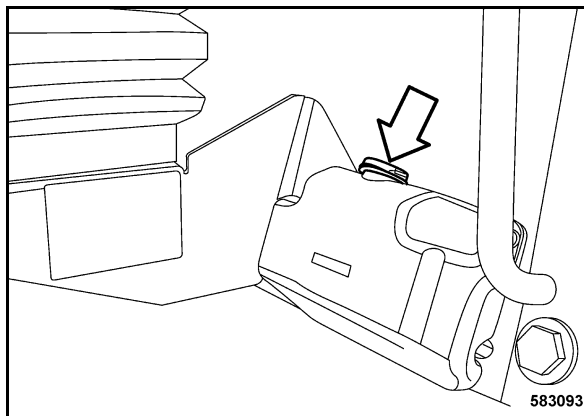

Fig. 194
- Comprobar el nivel del líquido en el depósito de reserva (Fig. 194) y completar el nivel, si fuese necesario.